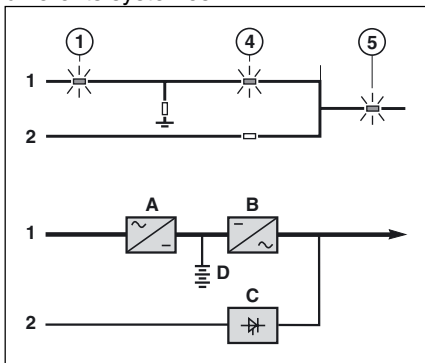
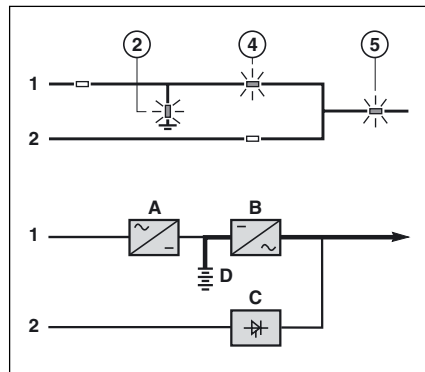

Fig. 7
Fig. 8
Le réseau 1 d'alimentation est présent (voir figure 7) :
Voir figure 8.
Lorsque les caractéristiques du réseau 2 (2) sont hors des limites admissibles en tension (à +/-10%), fréquence (selon personnalisation) ou phase avec l'onduleur (à +/-3°), l'utilisation est alors alimentée par l'onduleur (B). Dès lors, le temps minimal de fonctionnement sur l'onduleur (B) est de 2 minutes même si le réseau 2 revient en tolérances. Voir figure 7 si le réseau 1 est présent, et figure 8 s'il est absent. Dès que les 2 minutes sont écoulées, le basculement de l'utilisation sur le réseau 2 se fait immédiatement lorsque celui-ci revient en tolérances.